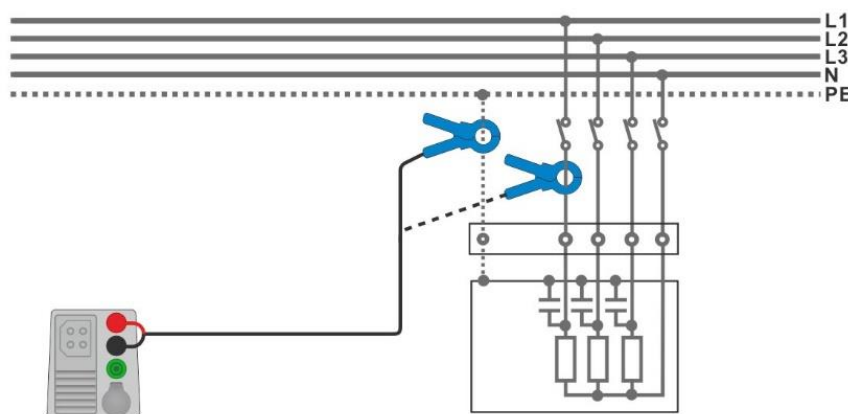

Fig. 4.87: PE lækage og belastningsstrøms måling
- › Forbind strømtangen til objektet der skal testes, se **Fig 4.87**